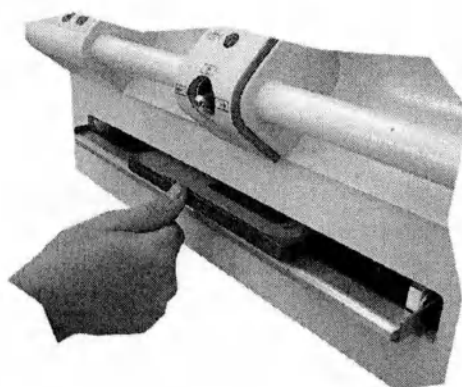

Рисунок 2.7.2 Схема загрузки кассеты в касетодержатель
- нажать клавишу 10, расположенную на основном пульте управления (рисунок 2.4.3) – кассетодержатель автоматически перемещается от позиции парковки в нужную позицию (рисунок 2.7.2);